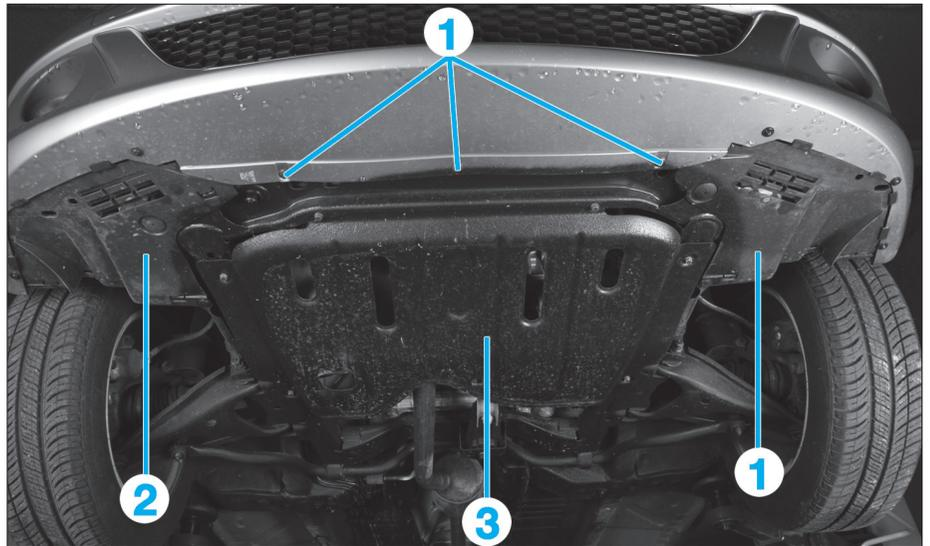
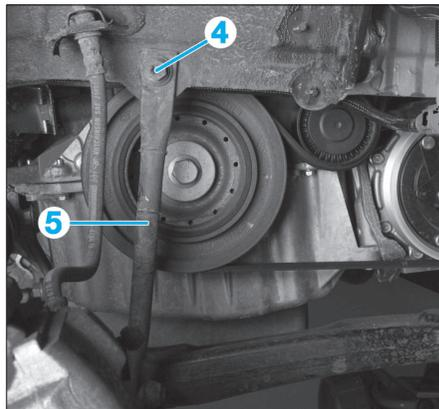

Fig. 10
Fig. 11
- les vis (1) inférieure du bouclier avant sur le berceau (Fig.10),
- les deux écrans de passage (2) de roue gauche et droit,
- la tôle (3) de protection sous le moteur.
- les vis supérieures (4) de tirant (5) de berceau (Fig.11),